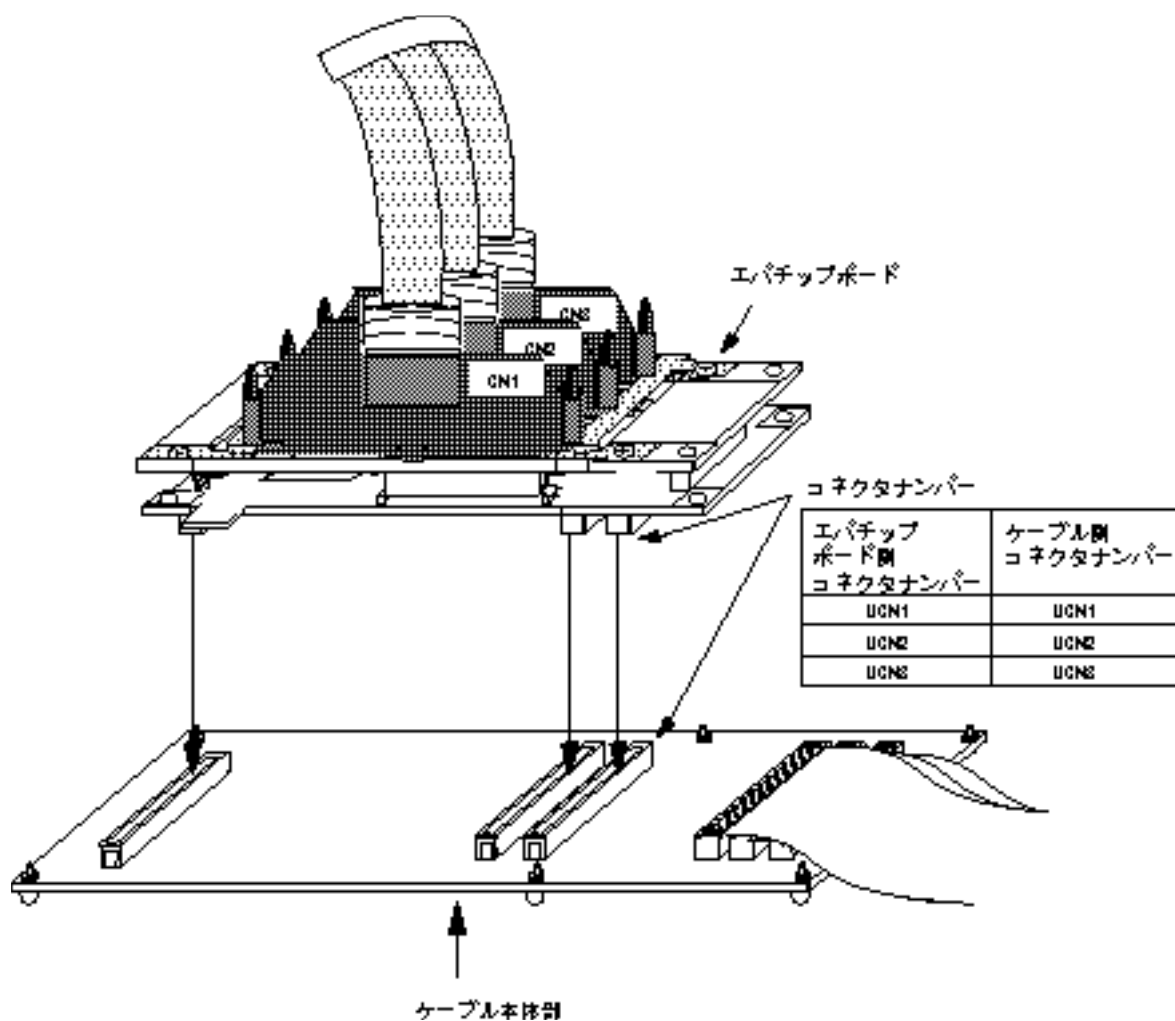

図2 エバチップボードへの接続
- (1) ユーザシステムおよびエミュレータの電源が切れていることを確認してください。
- (2) ケーブル本体部とエバチップボードのコネクタをコネクタナンバーに合わせて接続します（図2参照）。